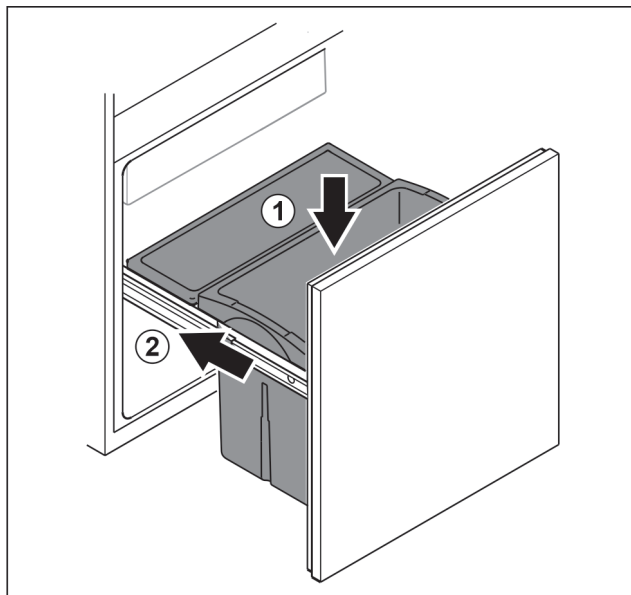

Fig. 106
- Lade vanaf de bovenkant plaatsen. Fig. 106 (1)
- Lade erin schuiven. Fig. 106 (2)